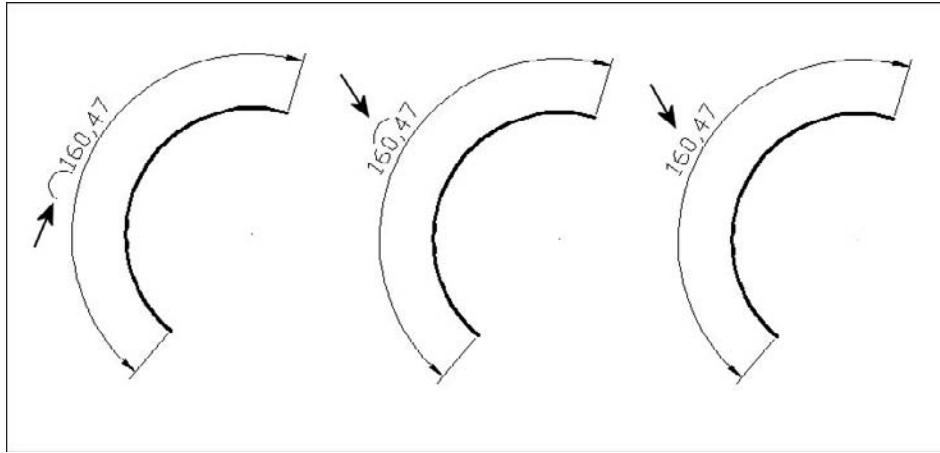

Fig.9.8
- Dans la section **Symbole de longueur d'arc** (Arc length symbol), sélectionner la position du symbole : devant le texte, au-dessus du texte ou aucun symbole (fig.9.8).